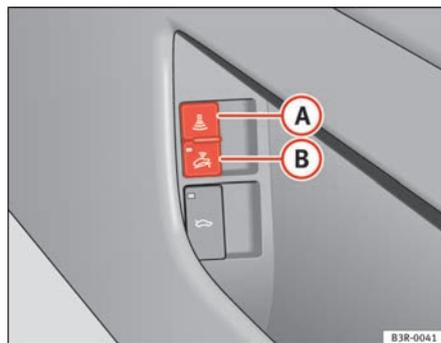

Fig. 79 Interruptor de la vigilancia del habitáculo
- Abra la puerta y tire del interruptor  con el símbolo  a un lado del compartimento portaobjetos de la puerta del conductor ⇒ fig. 79.